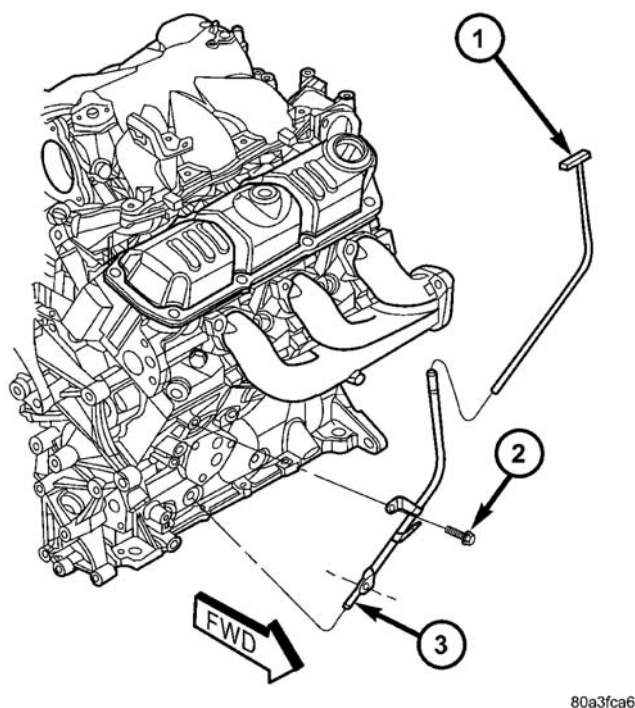
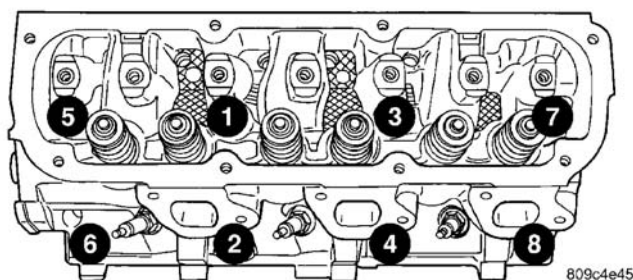

图 18 机油尺与管
图 22 气缸盖紧固顺序
(4) 卸下气缸盖罩。（参见 9-发动机/气缸盖/气缸盖罩-拆卸）
(5) 从气缸盖上卸下火花塞。
(6) 卸下油尺和管（图 18）
(7) 卸下排气歧管。（参见 9-发动机/歧管/排气歧管-拆卸）
(8) 卸下摇臂和轴组件。（参见 9-发动机/气缸盖/摇臂-拆卸）卸下推杆和标记出位置以确保安装时在原来的部位。
(9) 从每个气缸盖卸下八个气缸盖螺栓并卸下气缸盖（图 22）
(5) 按（图 22）所示的顺序紧固气缸盖螺栓 1—8。用 4 步扭矩转动法，依下列数值拧紧：